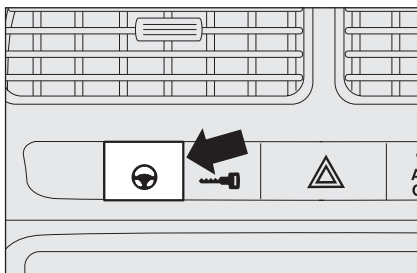

Abb. 98
- ☐ die Beleuchtung der Schrift **CITY** auf der Taste, nachdem diese gedrückt wurde **Abb. 98**.